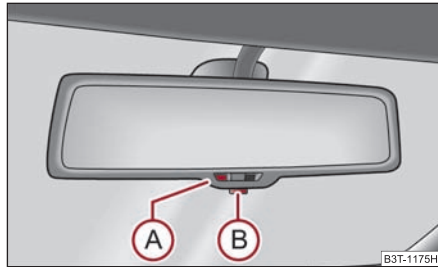

Abb. 75 Automatisch abblendbarer Innenspiegel
- Drücken Sie die Taste (B) - die Kontrollleuchte (A) leuchtet ⇒ Abb. 75.